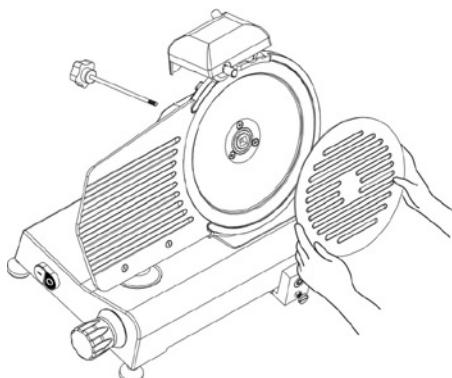

FIG. nr. 6 – Demontarea apărătoarei lamei
- aduceți butonul gradat la poziția „0” (1);
- aduceți sania (2) până la capătul de cursă (a), lângă comenzi;
- desfaceți șurubul (3), trageți sania în sus (b);
Se desface butonul (1) (vezi FIG. nr. 6) pentru a elibera apărătoarea lamei (2).